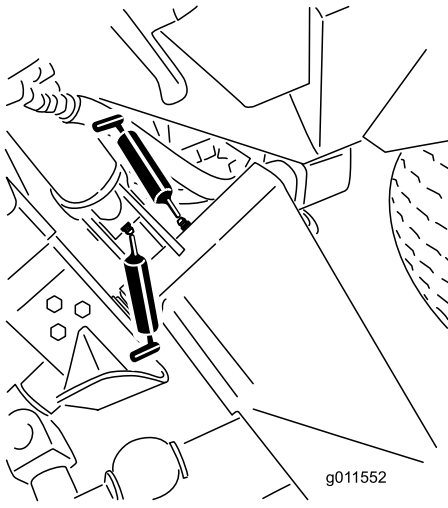
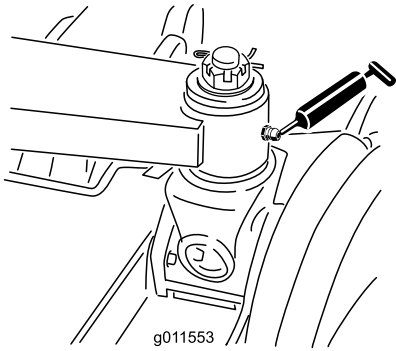

Figure 66
Figure 67
- Bagues de bras de levage principal (6) (Figure 66 et Figure 67)